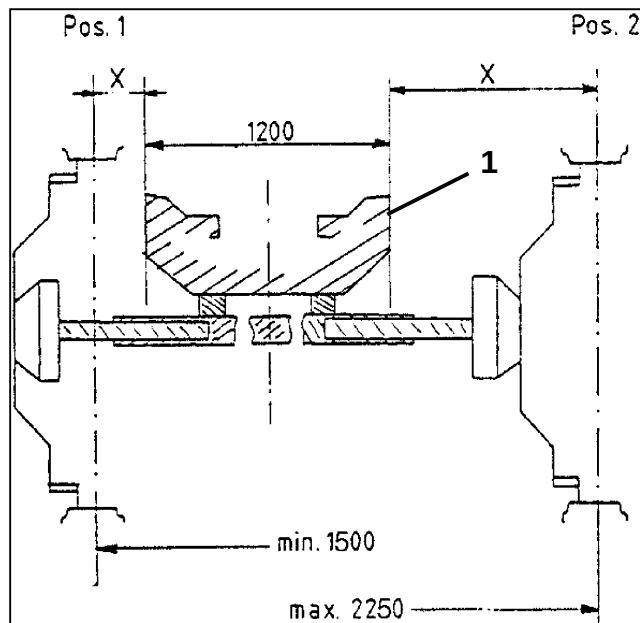

Bild 4.3
- Steglöst från 1500 mm till 1960 mm med hjulmontering enligt pos 1 (bild 4.3).
- Steglöst från 1700 mm till 2250 mm med hjulmontering enligt pos 2 (bild 4.3).
På UG 4500 Nova ställs spårvidden in genom att flytta hjulen (bild 4.3):
Position 2: 2250 mm (Bild 4.3)